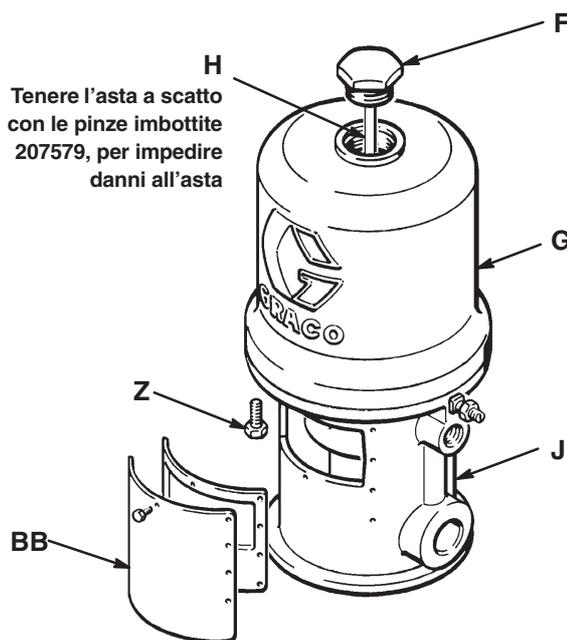

Fig. 2
3. Spingere manualmente lo stantuffo per spostare il gruppo del pistone alla fine della corsa. Svitare il copridado del cilindro (F) dal cilindro (G). Estrarre il dado. Afferrare l'asta di disinnesto (H) utilizzando le pinze imbottite 207579 e svitare il copridado dall'asta a scatto. Vedere Fig. 2.
4. Rimuovere le otto viti (Z) che reggono il cilindro (G) sulla base (J). Estrarre con attenzione il cilindro *direttamente* in su dal pistone. Vedere Fig. 2.